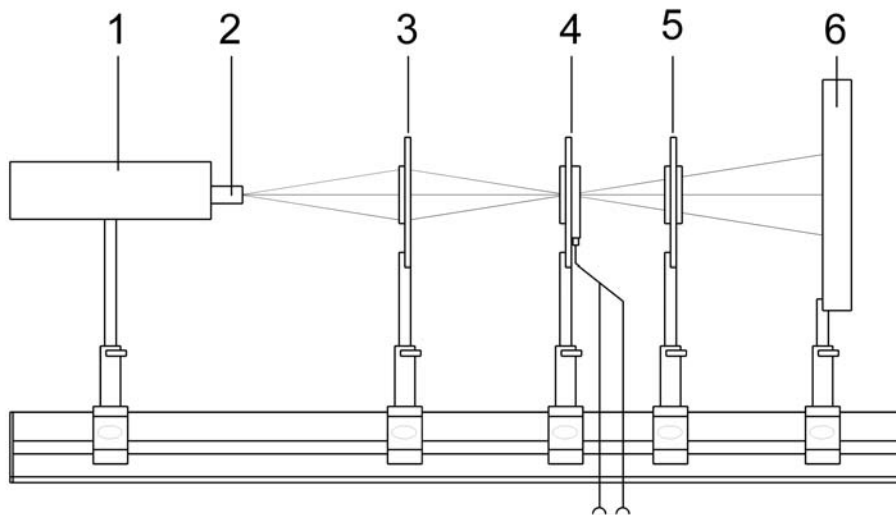

Fig. 4 Montage pour détection de biréfringence dans cristal LiNbO_3 .
- Montage selon Fig. 4. Ajuster la trajectoire des rayons laser en déplaçant le laser et les lentilles convergentes jusqu'à ce que le focus soit au centre de la cellule Pockels.